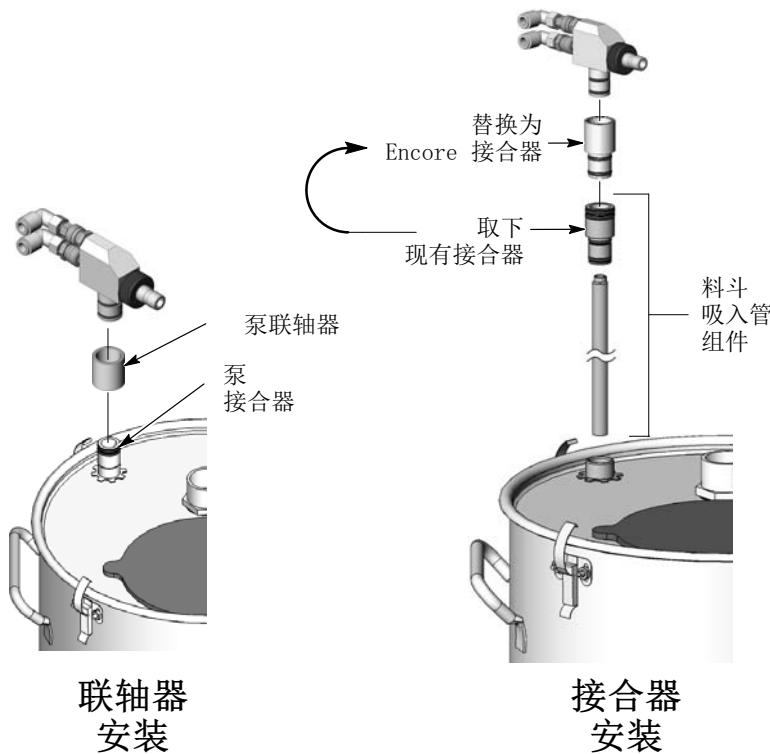

图 2 在进料斗上安装泵
请参见图 2。
**其他所有 VBF 系统:** 有关联轴器安装，请参见图 2。轻轻扭转，将泵联轴器安装到吸入管泵接合器上。轻轻扭转，将泵安装到联轴器中。